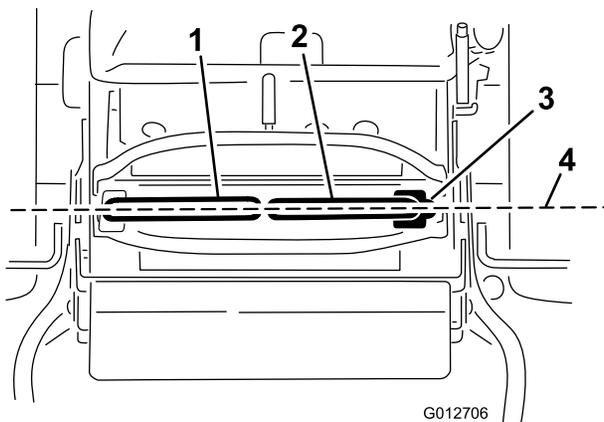

図 70
**重要** Eコントロールレバーの調整が終わったあとは、試運転を行なって走行状態を確認してください。コントロールレバーの前後整列調整も、同じ手順で行ないます 図 70。
1. 水平調整が終わったら、両方のコントロールレバーを前方に少し押しして各リンクの遊びをなくし、その状態で両レバーが前後に揃っているかどうかを点検する 図 70。